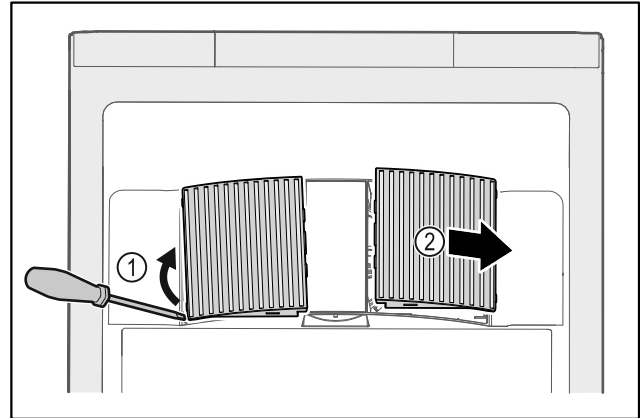

Fig. 234
- ▶ Lirk ut ventilatordekslene fra siden Fig. 234 (1), og ta dem ut forover Fig. 234 (2).